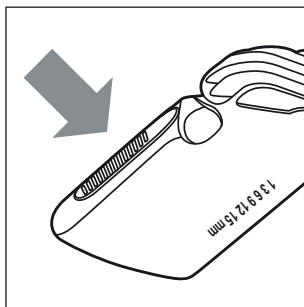

Bild 5
- Tryck på knappen när du flyttar kamtillsatsen **10/11** uppåt eller nedåt (se bild 5). Då går det lättare att lossa och flytta kamtillsatsen **10/11**.
- Tryck upptill på knappen när du flyttar kamtillsatsen **10/11** uppåt eller nedåt (se bild 5). Då går det lättare att lossa och flytta kamtillsatsen **10/11**.